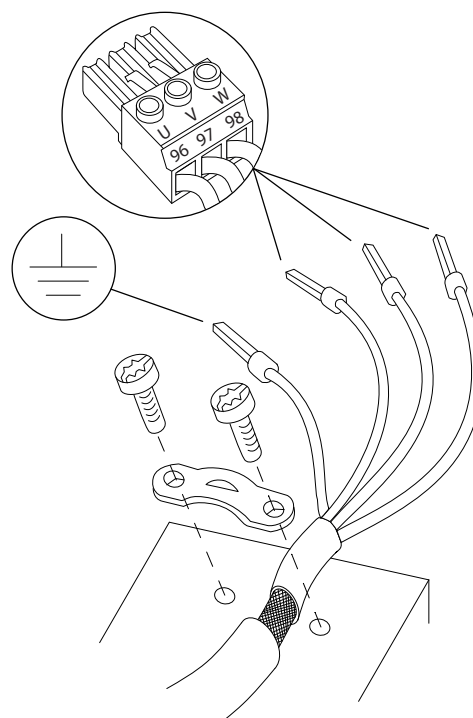

Ilustración 2.4 Conexión del motor
3. Conecte el cable de toma a tierra al terminal de conexión a tierra más cercano, según las instrucciones de conexión a tierra que aparecen en el capítulo «Conexión a tierra» de la *Guía de funcionamiento del VLT® Midi Drive FC 280*. Consulte el *Ilustración 2.4*.
4. Conecte el cableado del motor trifásico a los terminales 96 (U), 97 (V) y 98 (W), como se muestra en la *Ilustración 2.4*.